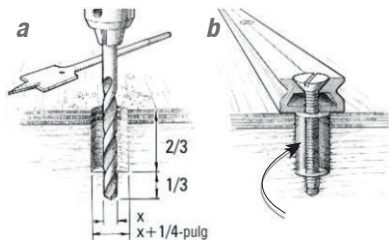

Figura 16 Taladre orificios sobredimensionados para aumentar el área expuesta del sustrato y la cantidad de epóxico alrededor del sujetador.
1. Taladre orificios sobredimensionados 2/3 a 3/4 la profundidad del sujetador. El diámetro del agujero es 1/4" mayor que el diámetro del sujetador (Figura 16-a).
5. Instale los sujetadores con la fuerza suficiente para sostener el hardware en su lugar. Permita que el epóxico cure bien antes de aplicar la carga al hardware (Figura 16-b).